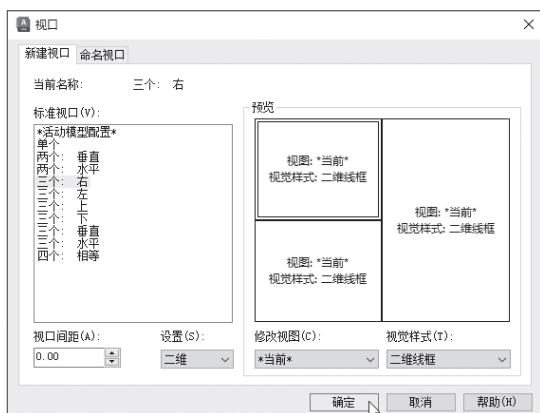

图 1-49
**步骤 02** 切换到“布局1”选项卡，选择默认视口，按Delete键将其删除。执行“新建视口”命令，打开“视口”对话框，在“标准视口”列表中选择“三个：右”选项，单击“确定”按钮，如图1-49所示。